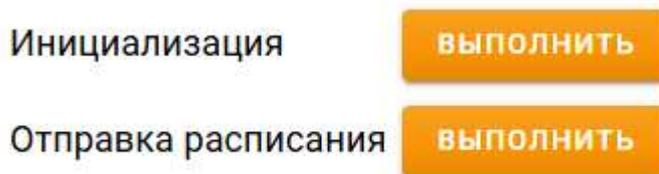

Рисунок 97 – Отправка расписания
Команда «Отправка расписания» обновляет выбранное расписание на контроллере (рис. 97).
2) Выберите нужный график и перейдите во вкладку «Команды», затем нажмите «Отправка расписания» (рис. 97).